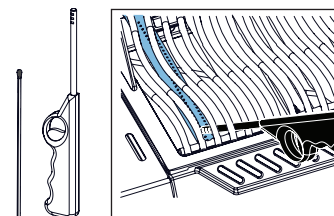

Fig. 2
4. La veilleuse et le brûleur ne s'allument pas en 5 secondes - tournez la commande dans le sens des aiguilles d'une montre jusqu'à la position OFF. Attendez 5 minutes pour que l'essence s'écoule, se dissipe. (Fig. 1). Répétez les étapes 2 et 3, ou reportez-vous aux "Instructions pour l'allumage alternatif" ci-dessous (Fig. 2).